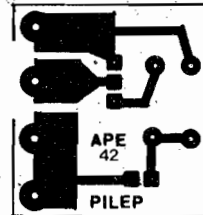

Fig.2
- FIG. 2 - LAY OUT DO CIRCUITO IMPRESSO ESPECÍFICO - É óbvio que um circuito tão simples quanto o do PILEP pode - perfeitamente - ser implementado sobre mera "ponte" de terminais (afinal, são só 4 componentes no núcleo da montagem - não se contando os 30 LEDs comandados...) e nada impede que o Leitor/Hobbysta assim o decida e faça... Entretanto, para que possamos nos beneficiar mesmo da já natural compactação do circuito, nada como uma plaquinha específica de Circuito Impresso! Com tal substrato, o PILEP ficará super-compacto, elegante, profissional mesmo... O lay out (desenho do padrão cobreado de ilhas e pistas), em tamanho natural, está na fig. 2... Poucas coisas pode-